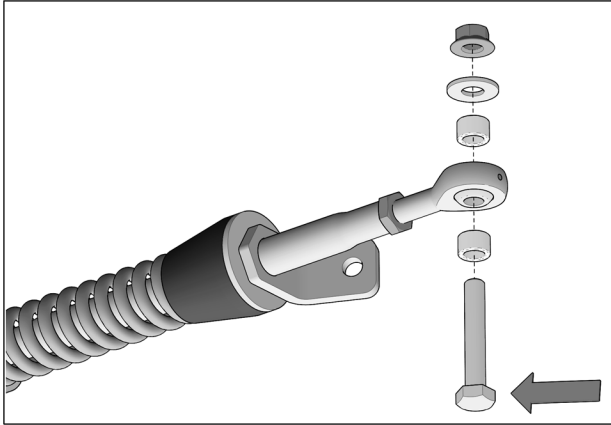

Fig. 18
3. Retirer les boulons, rondelles, espaceurs et écrous installés aux rotules des bras stabilisateurs des systèmes avant. Voir la Fig. 18